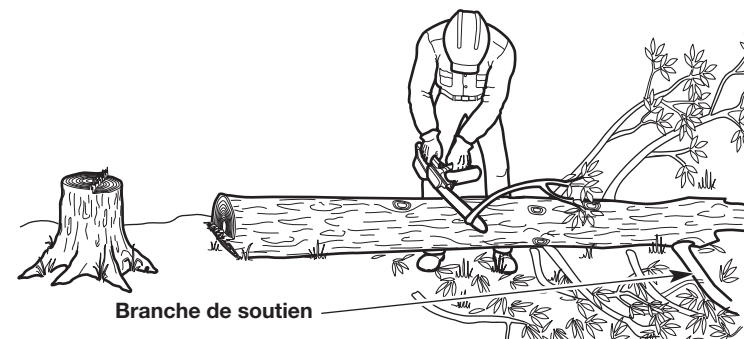

Fig. 13
1. Laissez les grosses branches de soutien sous l'arbre pour la fin (Fig. 13). Ceux-ci garderont l'arbre au sol pendant le processus d'ébranchage.
2. Coupez une branche à la fois. Tenez-vous du côté opposé de l'arbre à partir de la branche (Fig. 13). Gardez le tronc entre l'opérateur et la tronçonneuse. Pour éviter de bloquer la tronçonneuse, les branches sous tension doivent être coupées de bas en haut.